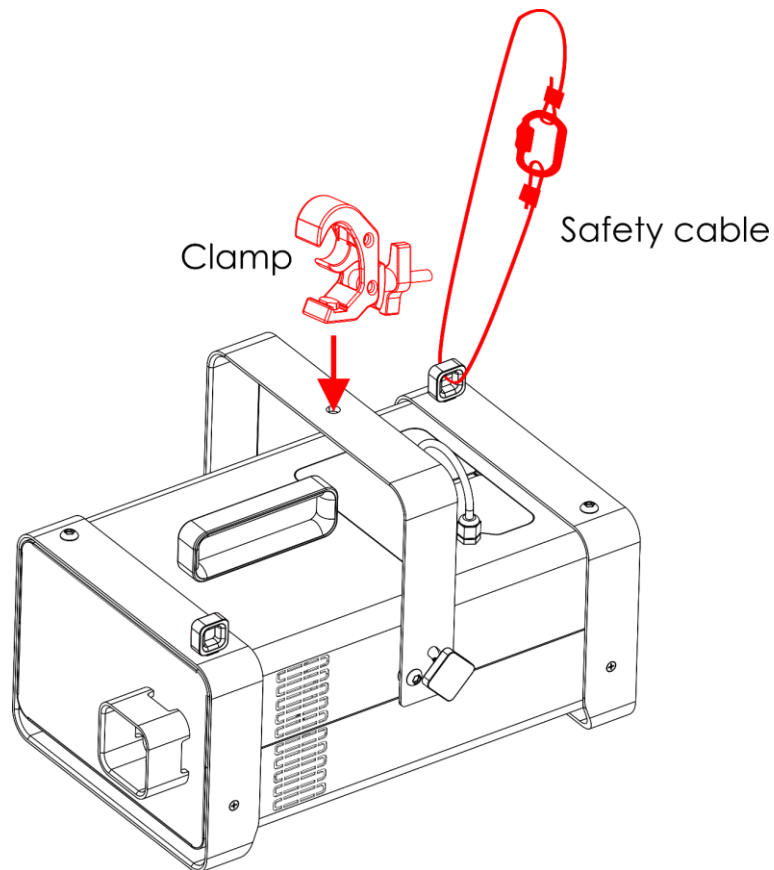

Fig. 06
- 01) Utilizzare un morsetto per fissare il dispositivo alla struttura di supporto, come mostrato nella Fig. 06. Accertarsi che il dispositivo non possa muoversi liberamente.
- 02) Fissare il dispositivo con una sospensione secondaria, ad esempio un cavo di sicurezza. Accertarsi che la sospensione secondaria sia in grado di sostenere 10 volte il peso del dispositivo. Ove possibile, la sospensione secondaria dovrebbe essere fissata a una struttura di supporto indipendente dalla sospensione primaria. Far passare il cavo di sicurezza nell'**occhiello di sicurezza (03)**, come indicato nella Fig. 06.